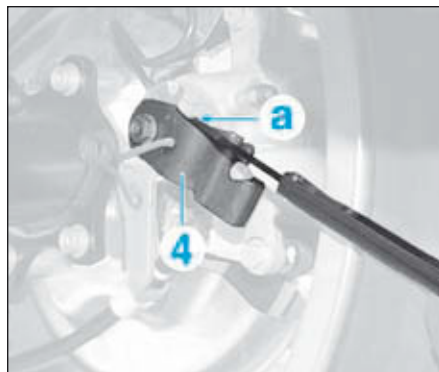

FIG.50
- A l'aide d'un collier plastique, immobiliser le levier (4) de l'étrier gauche en butée (a).
- Agir sur l'écrou (2) jusqu'au décolllement du levier (4) de l'étrier droit.
- A l'aide d'un jeu de cales, mesurer en (a) le décolllement du levier (4) par rapport à sa butée. Celui-ci doit être de 0,5 mm (Fig.50).